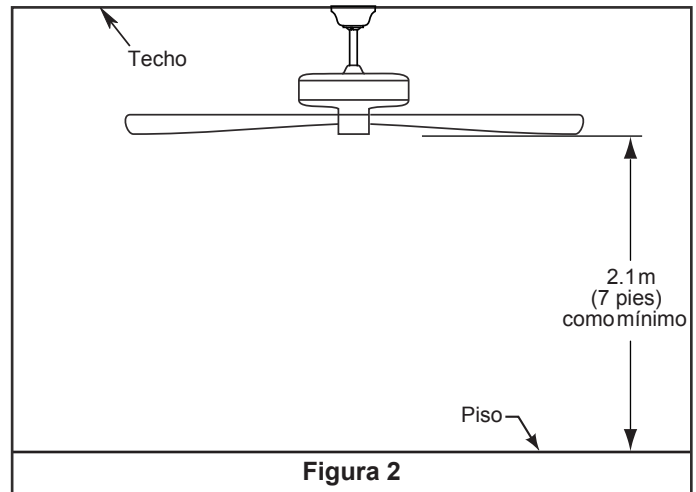

Figura 2
2. Retire el clip de horquilla y pasador de horquilla de la parte inferior de la bola para colgar. Retener el pasador y clip para la reinstalación en el paso 4. (Figura 2)
Las aspas del ventilador deben estar suspendidas, al menos, a 2.1 m (7') del piso. (Figura 2)
1. Realice las conexiones de cables al bloque del terminal como se muestra en la Figura 2.